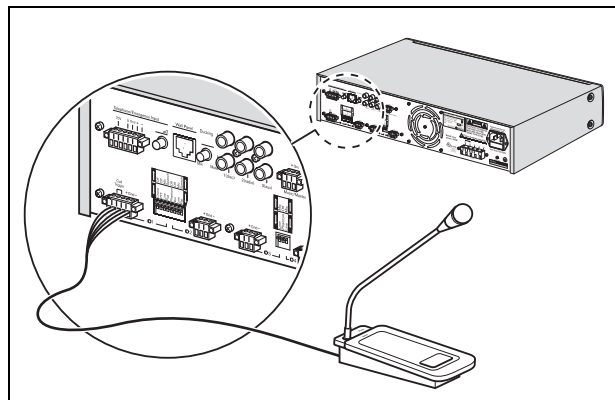

figure 4.1: Connecteur Euro avec déclencheur
- connecteur Euro avec déclencheur. Voir figure 4.1.